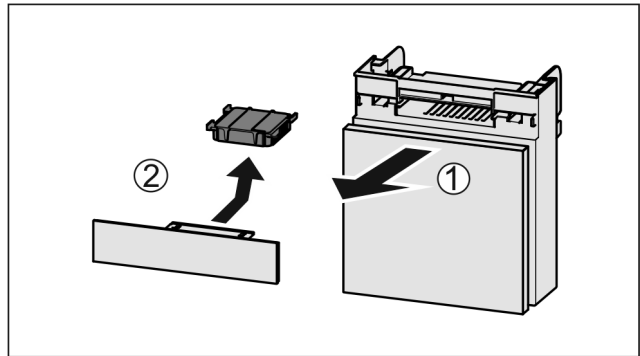

Fig. 123
- ▶ Издърпайте Fig. 123 (1) напред от отделениято.
- ▶ Извадете Fig. 123 (2) филтъра с активен въглен.